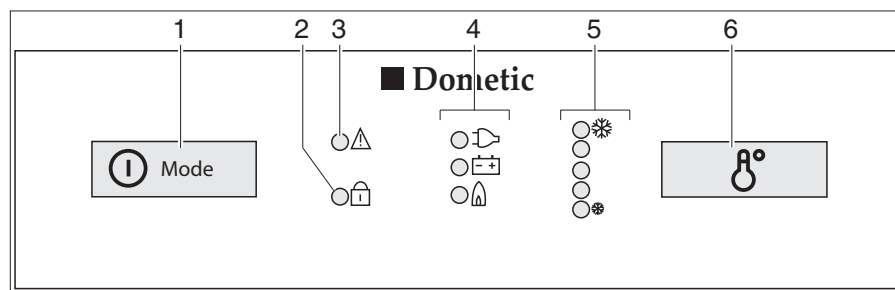

Bild 352 Reglage, knappar för kylskåpet (Dometic 8-serie med MES)
- Tryck på strömbrytaren/energiväljaren (Bild 352,1) i två sekunder för att starta apparaten. Lysdiod för senast valda driftläge tänds.
- Tryck eventuellt in strömbrytaren/energiväljaren (Bild 352,1) flera gånger tills driftindikatorn gas "🔥" tänds. Nu är gastillförseln öppen. Tändning sker automatiskt. Ett tickande ljud hörs tills tändningsproceduren är klar.
- Ställ in kyltemperaturen med brytaren för temperaturinställning (Bild 352,6).
- Tryck eventuellt in strömbrytaren/energiväljaren (Bild 352,1) flera gånger tills driftindikatorn 230 V "" tänds.
- Tryck eventuellt in strömbrytaren/energiväljaren (Bild 352,1) flera gånger tills driftindikatorn 12 V "" tänds.